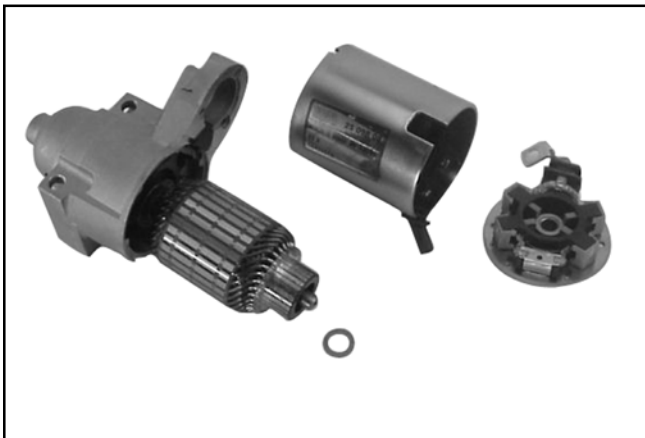

Figura 8-46. Telaio del motorino di avviamento smontato.
6. Rimuovere il telaio da indotto e cappuccio terminale dell'innesto. Vedere Figura 8-46.